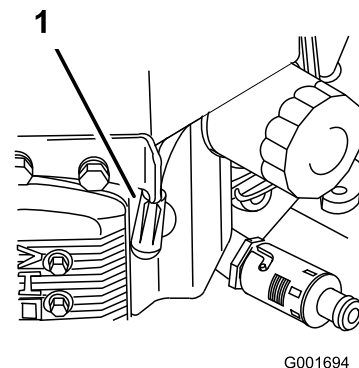

Bild 37
3. Klemmen Sie das Zündkabel von der Zündkerzen ab (Bild 37).